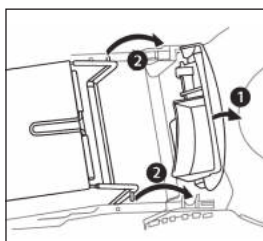

Рис. 3
2. Поднимите заднюю разгрузочную крышку 1 (рис. 3).
3. Прикрепите травосборник, вставив крючки его рамы в пазы в задней части газонокосилки 2 (рис. 3).